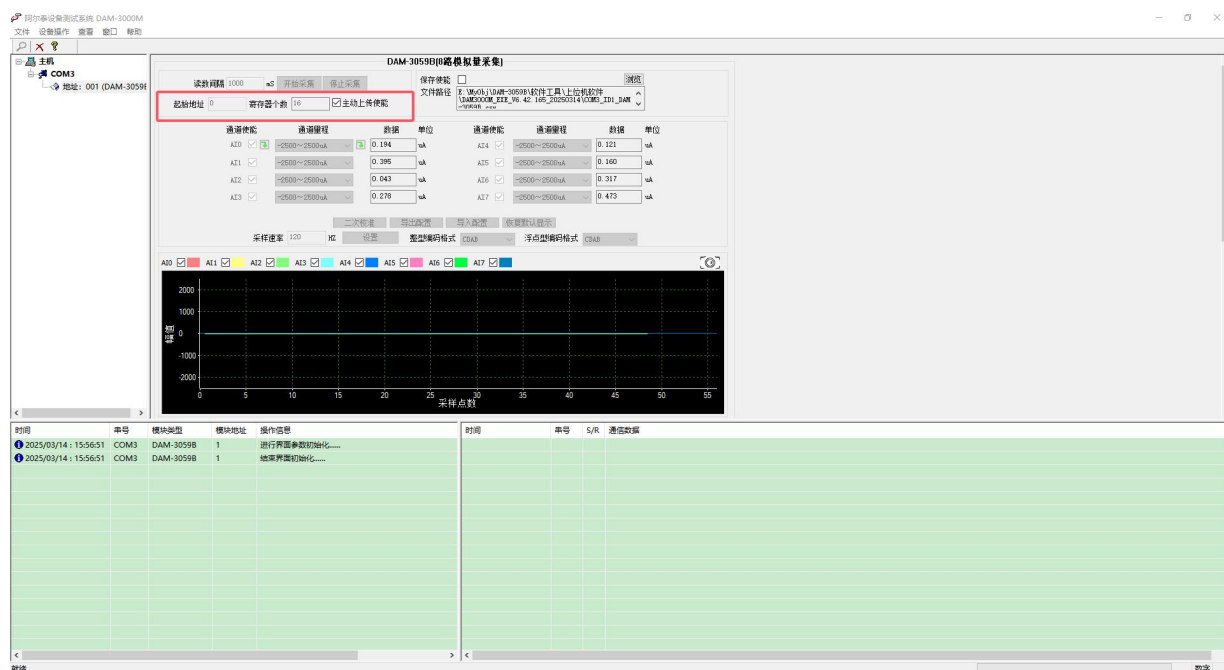
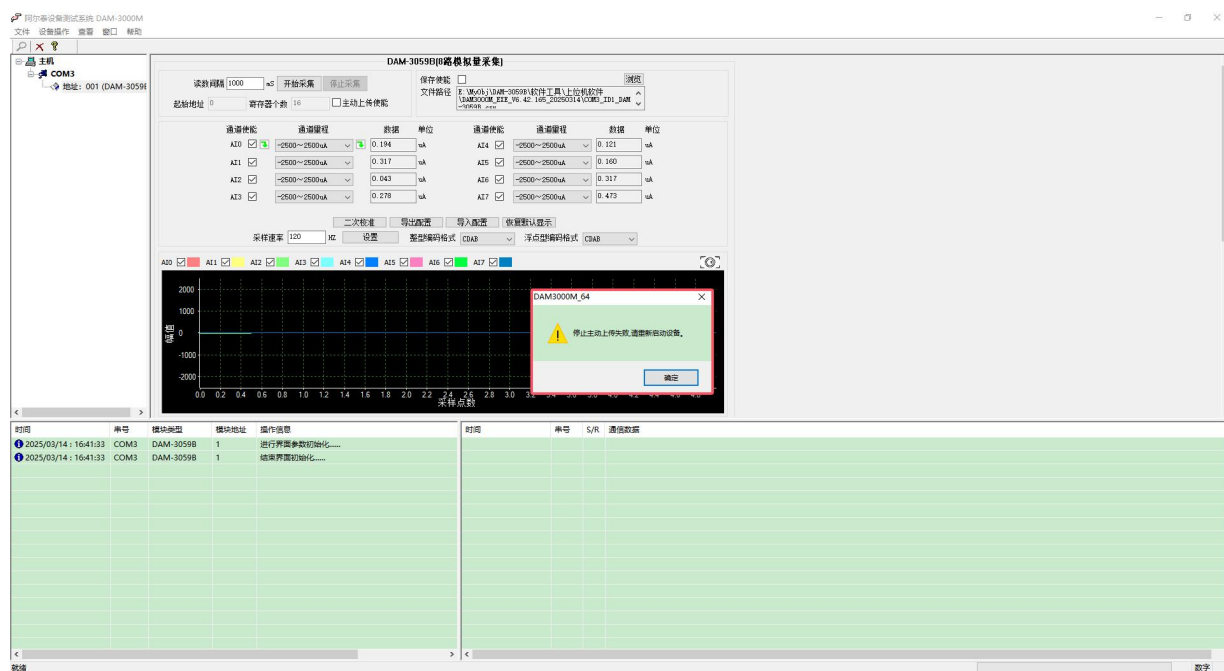

图 14
图 15
- 7) 本软件可配置模块主动上传，主动上传后模块将不需要主机发送命令，而自动上报设定的起始寄存器地址和长度的数据,默认上报 0~7 通道的实时数据，如下图 14 所示。当波特率较小或者是采集频率过大时，可能关闭自动上报失败，如下图 15 所示，需要断电重启才能恢复停止自动上报。